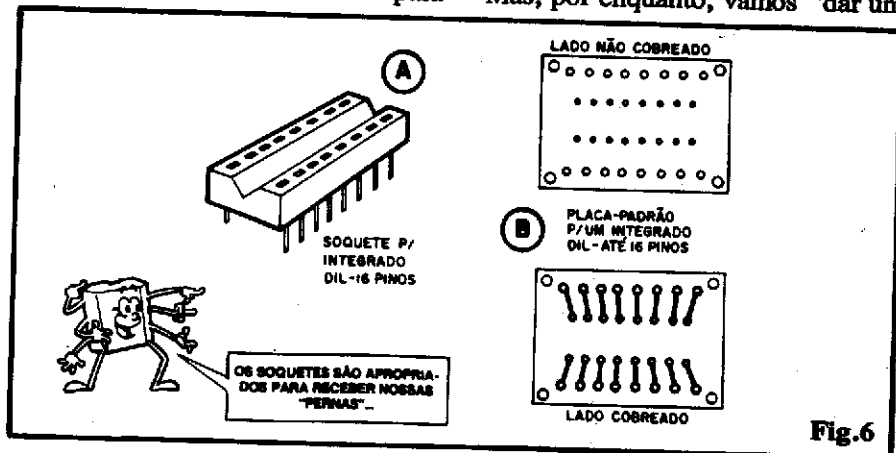

Fig.6
- FIG. 6 - Para a realização da nossa “MESA DE PROJETOS”, o Leitor/“Aluno” necessitará apenas do seguinte:
totalizando 16 pinos (8 de cada lado), dispostos nas mesmas exatas posições e afastamento em que se encontram os pinos de um Integrado “mesmo”. Na sua utilização normal, tal peça é soldada (pelos pinos) a uma placa de Circuito Impresso específica, de modo a “receber” (nos seus furinhos) os pinos do Integrado, que assim fica - ao circuito - ligado “sem solda”, podendo ser removido, re-inserido, etc., com relativa facilidade. Em termos práticos: além de facilitar a eventual manutenção do circuito, o soquete previne o super-aquecimento danoso aos terminais “diretos” do Integrado durante a eventual soldagem dos contatos (quem “aguenta o calor” são as “pernas” do soquete, não do Integrado!) Já na fig. 6-B vemos a tal plaquinha padronizada de Circuito Impresso, para UM Integrado DIL de 16 pinos (visões pelo lado não cobreado e cobreado, respectivamente...). Essa plaquinha é vendida pronta, a baixo preço, nas boas Lojas de componentes e já costuma vir dotada de furos (nos cantos) para fixação (além, obviamente, dos furos correspondentes às “ilhas” destinadas à recepção e soldagem dos terminais do Integrado ou soquete e de suas ligações externas...). Notem que - como primeira providência, tanto as áreas cobreadas das duas plaquinhas, quanto os terminais (pinos) dos dois soquetes devem ser rigorosamente limpos, usando-se “Bom Bril” (no caso das pistas da placa) e uma lâmina para “raspagem” (no caso dos pinos do soquete). Além disso, nessa fase da